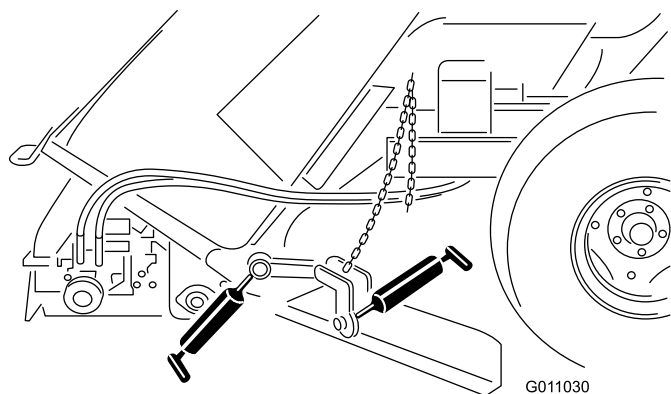

Figura 34
- Attacco della lama Windrow (Figura 34).
- Mozzo della lama Windrow (Figura 34).